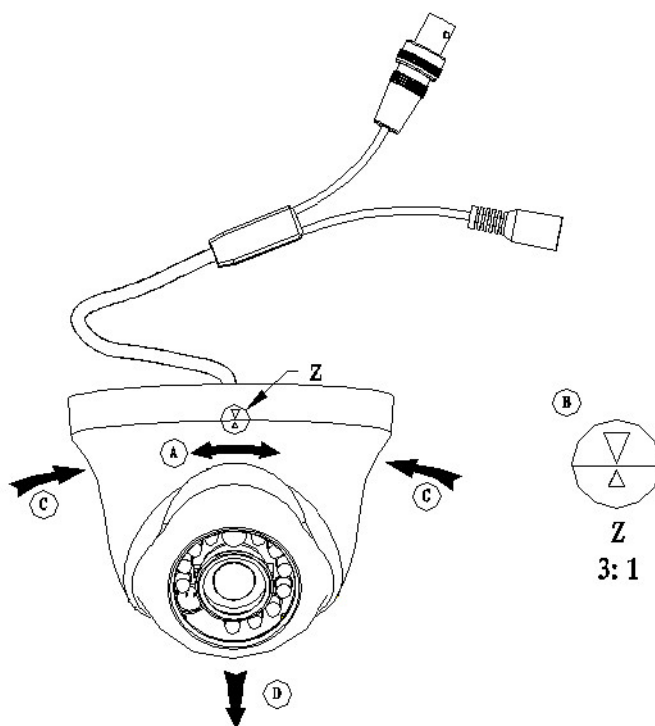

Рисунок 3-1
Извлеките устройство; придерживая цоколь устройства левой рукой, правой рукой поверните внешнюю оболочку (A) в положение, соответствующее стрелке на цоколе (B). Правой рукой приложите усилие с обеих сторон внешней оболочки, чтобы сдвинуть изогнутую часть (C) и затем снять внешнюю оболочку (D) с цоколя. Смотрите Рисунок 3-1.